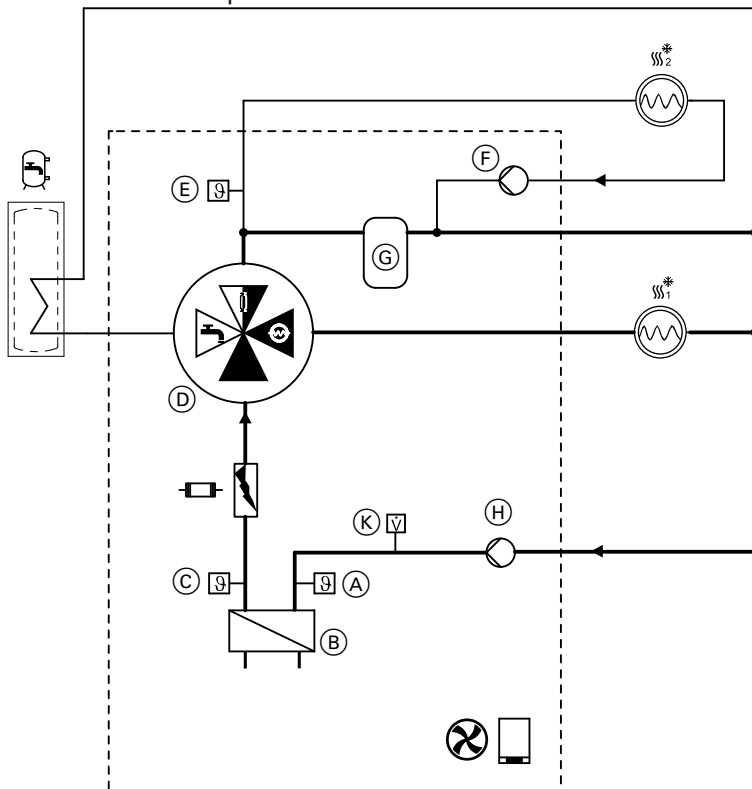

Abb. 13
- Der Volumenstrom kann sich bei dieser Stellung des 4/3-Wege-Ventils aufteilen in Richtung Heiz-/Kühlkreis 2 und integrierter Pufferspeicher. Da der Volumenstromsensor nur den gesamten Volumenstrom erfassen kann, ist der in ViGuide angezeigte Wert in Bezug auf den Heiz-/Kühlkreis 2 ggf. nicht korrekt: Siehe Abb. 13.